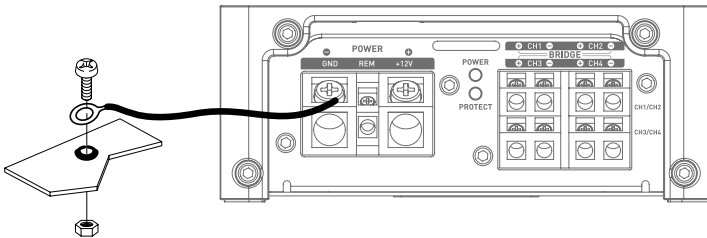

Abb. 2
- 10 - Bevor Sie die Erdung des Gestells vornehmen, entfernen Sie alle Farbspuren auf der Metalloberfläche, um eine gute Erdung sicherzustellen. Die Erdungsanschlüsse müssen so kurz wie möglich sein und IMMER an geschweißtes Metall an der Karosserie oder am Gestell des Fahrzeugs angeschlossen werden (**Abb. 2**). Der allgemein gewählte Erdungspunkt ist derjenige, der die Verbindung zwischen dem Minuspol der Batterie und dem Gestell des Fahrzeugs sicherstellt.
**3.3.2** - Nehmen Sie das negative (-) Stromkabel. Dieses Kabel muss so kurz wie möglich sein und sollte idealerweise 1 Meter nicht überschreiten, um eine perfekte Verbindung zwischen dem Verstärker und dem Fahrzeuggestell sicherzustellen. Das Kabel und sein Querschnitt müssen der Tabelle in Punkt 3.1 entsprechen. Finden Sie einen geeigneten Erdungspunkt und schleifen Sie ihn ab, um Farb- oder Lackreste zu entfernen und so die Kontaktqualität zu optimieren. Durchbohren Sie das zuvor geschliffene Blech im Durchmesser, der der gewählten Schraube entspricht, und vergewissern Sie sich, dass kein Durchlauf von Tankkabeln oder einem anderen empfindlichen Element des Fahrzeugs in der Nähe ist. Schweißen Sie das Erdungskabel am mitgelieferten Kabelausgang, der zu Ihrem FPX-Verstärker führt, an und isolieren Sie es (mit einem Schrupfschlauch) (**Abb. 2**).